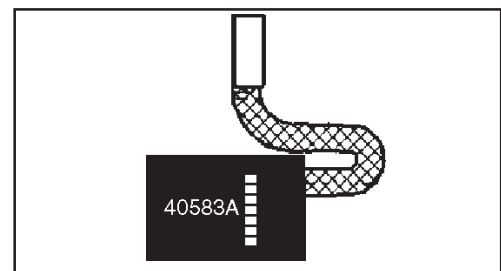

Abbildung 12
2. Ueberprüfen Sie die Kohlebuersten. Ersetzen Sie beide Buersten, wenn eine der Buersten auf 9.5mm oder bis zur Abnutzungskennzeichnung abgenutzt ist. Siehe Abbildung 12.